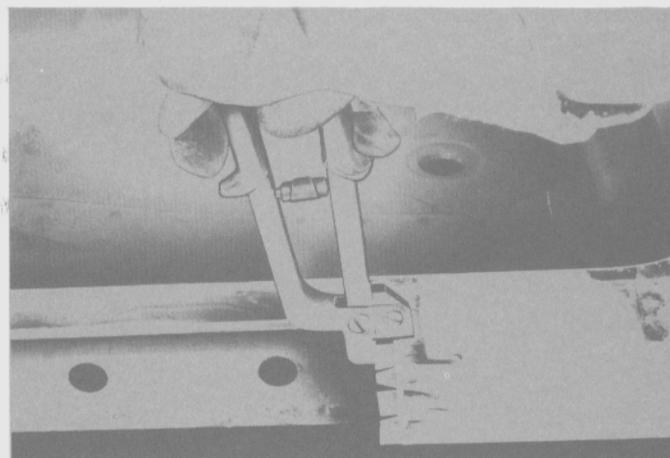

Fig. 190
- Encastrar los bordes cortados verticalmente del zócalo con una prensa dobladora (Fig. 190).